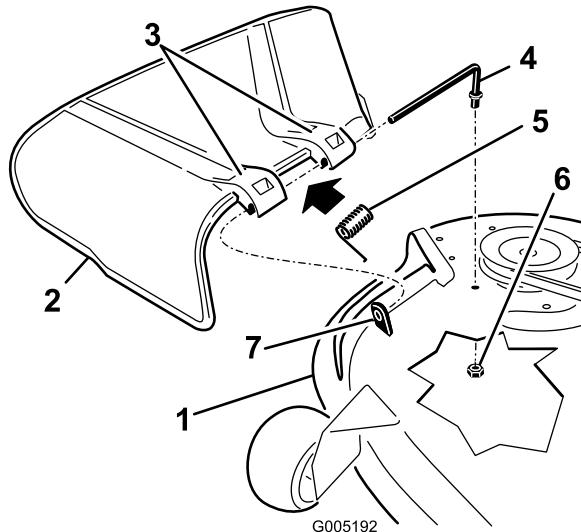

Figure 70
1. Retirez l'écrou ($\frac{3}{8}$ ") de la tige, sous le plateau de coupe (Figure 70).
2. Sortez la tige de la courte cheville de positionnement, du ressort et du déflecteur d'herbe (Figure 70).
4. Remettez en place le déflecteur d'herbe (Figure 70).
7. Insérez la tige dans le deuxième support du déflecteur d'herbe (Figure 70).
9. Fixez l'extrémité arrière de la tige dans le plateau de coupe à l'aide d'un écrou ($\frac{3}{8}"), comme montré à la Figure 70.$